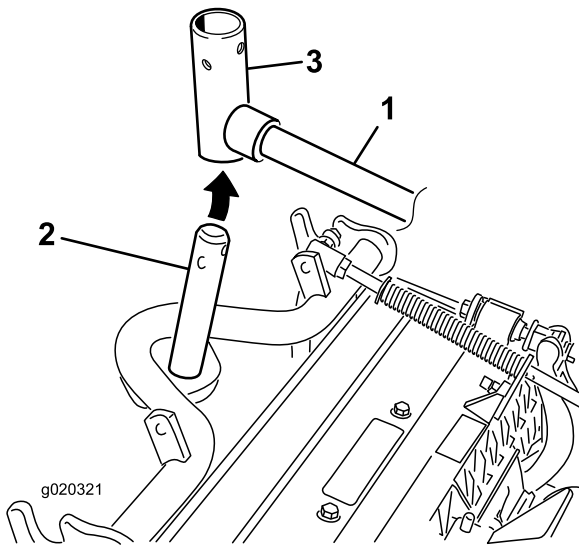

图 7
8. 对于前滚刀组在将承载架轴向上插入提升臂轴枢的同时把滚刀组滑到提升臂下方 (图 7)。
B. 将提升臂枢插入承载架轴的上方 (图 7)。